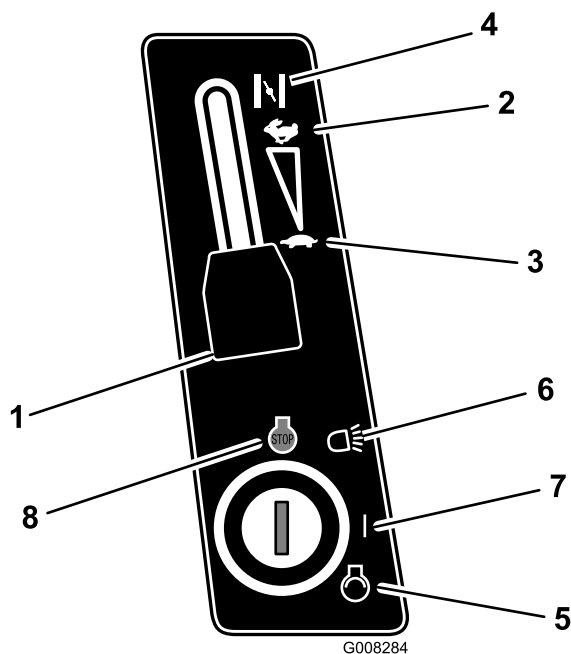

Figura 13
5. Per avviare il motore a freddo spostate la leva di comando dell'acceleratore in posizione Starter (Figura 13).
- Portate la leva di comando dell'acceleratore in posizione Slow (Figura 13).
- Girate la chiave di accensione in senso orario e tenetela in posizione Start (Figura 13). Rilasciatela quando il motore si accende.
- Quando il motore è acceso, spostate lentamente la leva di controllo dell'acceleratore in posizione Fast (Figura 13).
- Portate la leva di controllo dell'acceleratore in posizione Slow (Figura 13).
- Girate la chiave di accensione in posizione Off (Figura 13).